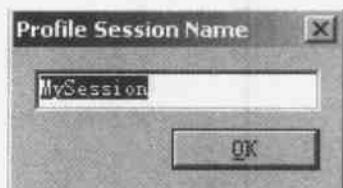
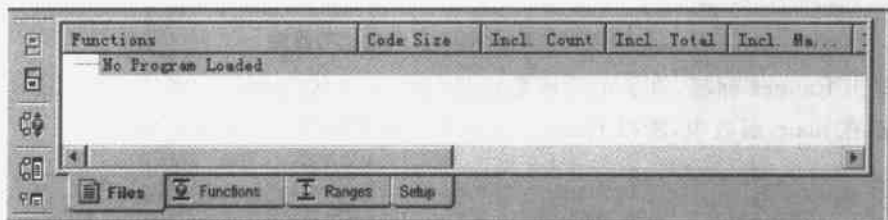

图 4.15 剖析对话框
图 4.16 Profile View 窗口
(1) 开始一个新的剖析会话。在 Profiler 菜单中,执行 Start New Session 命令,将弹出如图 4.15 所示的对话框。
(2) 在图 4.15 中,输入一个会话名字。在缺省情况下,会话名字为“MySession”。单击 OK 按钮,会出现如图 4.16 所示的 Profile View 窗口。由于还没有载入 DSP 应用程序,所以 Profile View 窗口出现的是“No program loaded”。